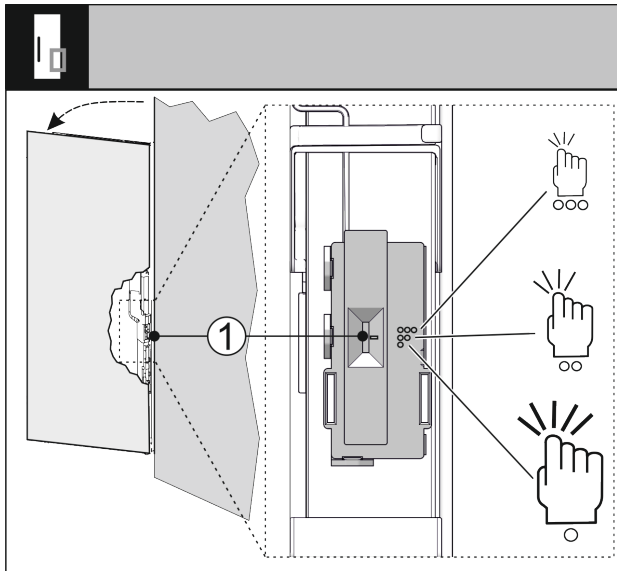

Fig. 71
Du kan stille inn følsomheten til bankesensoren med en bryter Fig. 71 (1). Bryteren befinner seg på hengselsiden, på den nedre tredjedelen av døra.
► Skyv bryteren Fig. 71 (1) til ønsket bryterstilling.